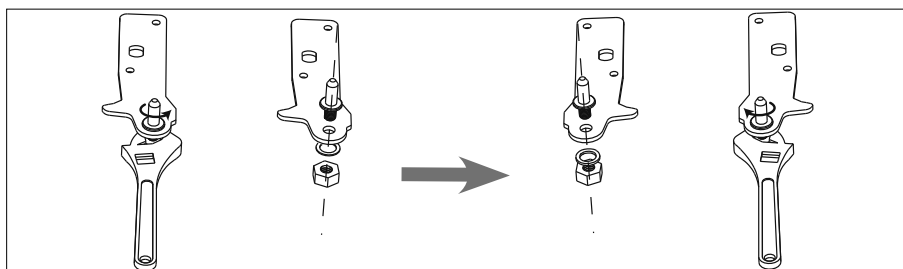

Fig. 11
- ▶ Placez le tenon de charnière conformément à la figure ci-dessous sur la plaque perforée et utilisez une clé de 10 pour desserrer et serrer l'écrou (voir **Fig. 11**).